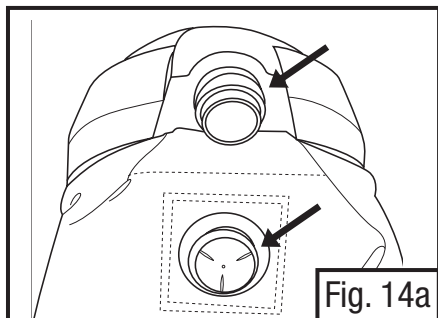

Fig. 14a
- Tirer sur la grande languette en plastique de l'admission d'air de la pièce faciale et dégager le cliquet de la coiffe de l'orifice de la cagoule extérieure (Fig. 14a).
- Insérer l'admission d'air de la pièce faciale dans l'orifice de la grande languette en plastique située sur la cagoule extérieure. Insérer complètement la languette sur l'admission d'air de manière qu'elle soit à égalité avec la calotte de la pièce faciale. Pousser les extrémités de la languette en plastique sous le rebord de la calotte. Insérer le cliquet de la coiffe dans l'orifice de la cagoule (Fig. 14a).